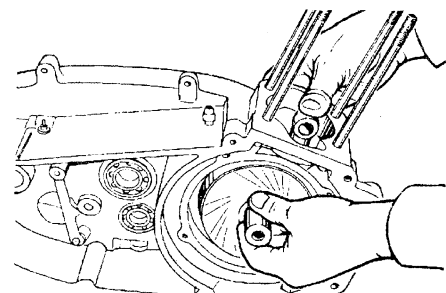

Рис. 3.36. Снятие коленчатого вала
– вынуть коленчатые валы из половин картера в соответствии с рис. 3.36;